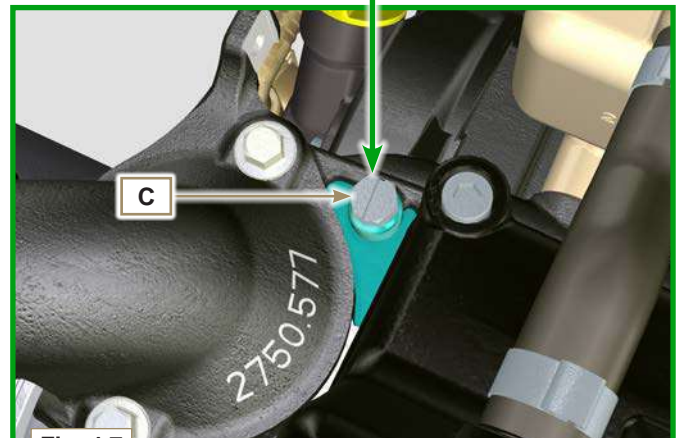

Fig. 4.7
2 - Allentare la vite **C**, far fuoriuscire l'eventuale aria presente e avvitare la vite **C**, (coppia di serraggio a 8 Nm - Fig. 4.7).
**NOTA:** Il livello di riempimento **MAX** per il collettore di scarico **B** è in corrispondenza della vite **C**, terminare l'operazione di rifornimento di refrigerante non appena il liquido fuoriesce dalla vite **C** (Fig. 4.7).